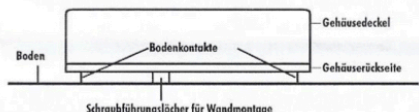

Abb. 4
- Stellen Sie den angeschlossenen und mit Strom versorgten Wasseralarm auf die gewünschte Stelle am Boden (siehe Abb. 4).